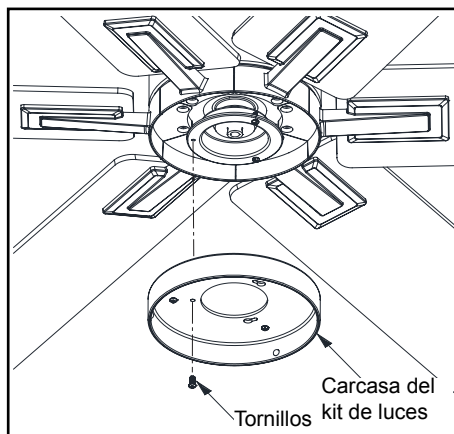

Figura 16
1. Afloja, pero no quites, dos de los tres tornillos de montaje del conjunto del motor del ventilador; retira un tornillo de montaje. (Figura 16)
2. Empuja la carcasa del kit de luces hasta el conjunto del motor del ventilador de manera que las cabezas de los dos tornillos aflojados encajen en las ranuras tipo ojo de cerradura. Gira la carcasa del kit de luces hacia la derecha y aprieta los tornillos. Vuelve a instalar el tornillo que retiraste en el paso 1 y apriétalo firmemente. (Figura 16)